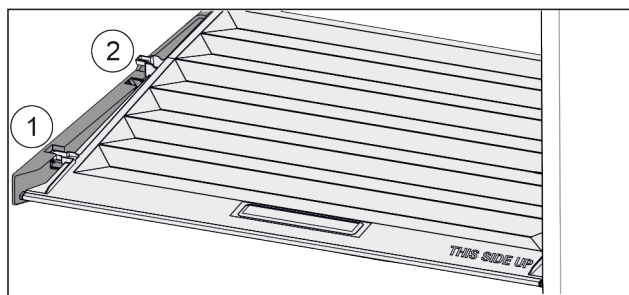

Fig. 26
- Vytáhněte víko dopředu až k otvoru v přídržných dílech Fig. 26 (1).
- Vzadu zespolu nadzvedněte a vyjměte směrem nahoru Fig. 26 (2).